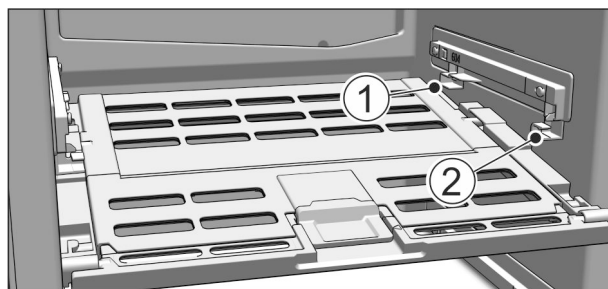

Fig. 51
- ▶ Deckel Fruit & Vegetable-Safe einsetzen: Deckelstege von unten in die hintere Halterung Fig. 51 (1) einführen und vorne in die Halterung Fig. 51 (2) einrasten.